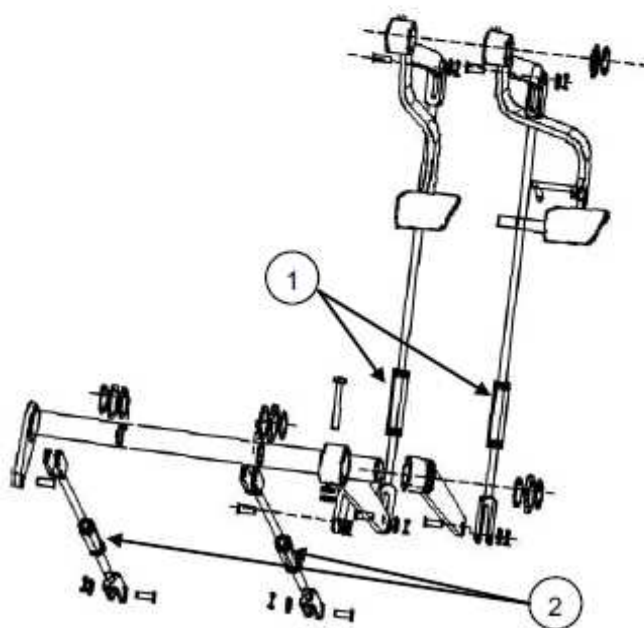

Fig. 5-18
4. Desaperte a porca de retenção 1 (Fig.5-18). Lentamente, aperte o afinador 2 (Fig.5-18) até já não conseguir rodar a roda à mão.
5. Faça uma marca de referência na porca de afinação (2) (fig.5-18) e no suporte, depois desaperte a porca de afinação 1 volta, ex. até a roda poder girar livremente. Agora bloqueie o afinador com a respetiva porca de retenção (1) (Fig. 5-18).
7. Repita o mesmo procedimento para o outro lado (Fig. 5-18).